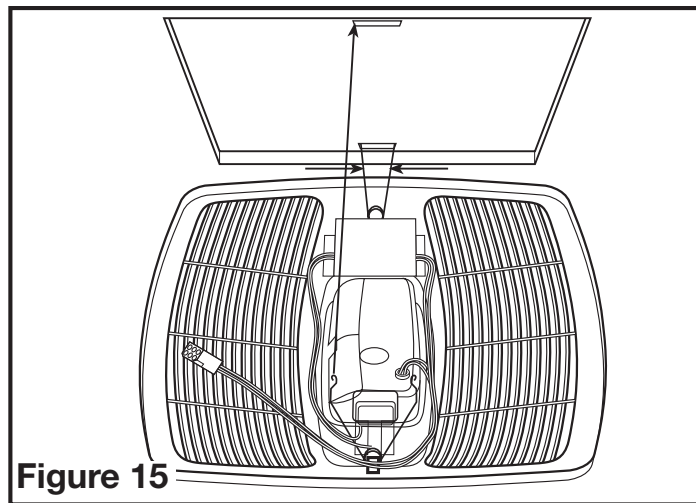

Figure 15
6. Installez la grille en pressant les ressorts ensemble pour les installer dans la fente la plus éloignée du compartiment de câblage sur le boîtier du ventilateur. Attachez le câble à connexion rapide de 6 broches de la grille au connecteur de 6 broches sur le dessus du couvercle du compartiment de câblage. Le câble ne s'insère que d'une façon dans la prise. Installez l'autre ressort et poussez la grille vers le haut en place (Figure 15).